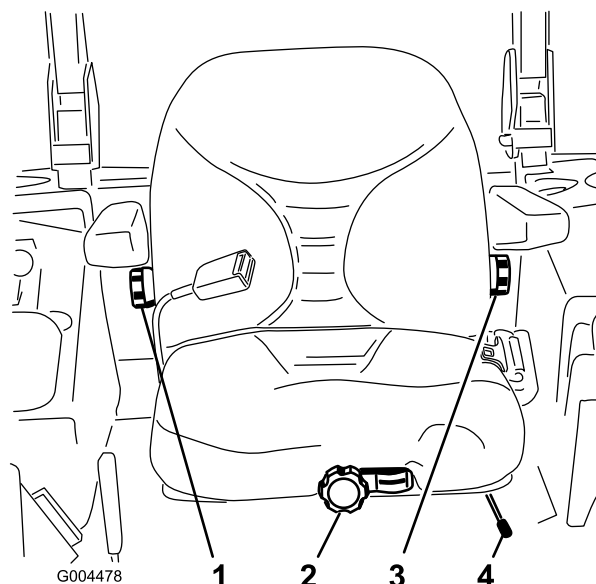

Figura 20
1. Per regolare, spostate lateralmente la leva e sbloccate il sedile (Figura 20).
A sedile vuoto, girate la manopola anteriore nella direzione opportuna, fino ad ottenere il migliore comfort (Figura 20).
Per spostarlo, girate nella direzione opportuna la manopola situata sotto il bracciolo destro, fino ad ottenere il migliore comfort (Figura 20).
Per spostarlo, girate nella direzione opportuna la manopola situata sotto il bracciolo sinistro, fino ad ottenere il migliore comfort (Figura 20).